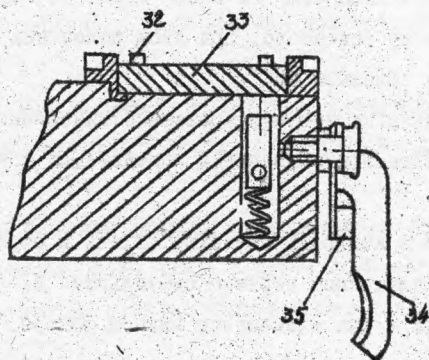

Рис.8.4.Механизм фиксирующей гребенки:
8.3. При склейке неперфорированных киноленток зуб фиксатора 32 (см.рис.8.4) должен быть утоплен относительно плоскости левого нижнего ножа 33 оттягиванием "на себя" курка 34 механизма вертикального перемещения фиксатора. При этом положении курок автоматически фиксируется защелкой 35.